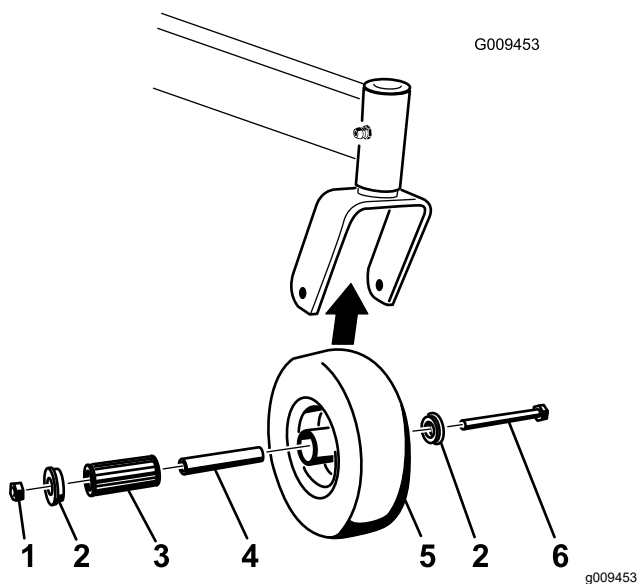

Figura 60
1. Retire la contratuerca y el perno que sujetan la rueda giratoria a la horquilla (Figura 60).
2. Retire un casquillo, y tire del casquillo intermedio y del cojinete de rodillos para sacarlos del cubo de la rueda (Figura 60).
3. Retire el otro casquillo del cubo de la rueda y limpie la grasa y la suciedad del cubo de la rueda (Figura 60).
Nota: Repare o cambie cualquier pieza dañada o desgastada (Figura 60).
5. Coloque un casquillo en el cubo de la rueda (Figura 60).
6. Engrase el cojinete de rodillos y el casquillo intermedio y deslícelos en el cubo de la rueda (Figura 60).
7. Coloque el segundo casquillo en el cubo de la rueda (Figura 60).
8. Instale la rueda giratoria en la horquilla y fíjela con el perno y la contratuerca (Figura 60).
9. Apriete la contratuerca hasta que el casquillo intermedio se apoye contra el interior de las horquillas de las ruedas giratorias (Figura 60).